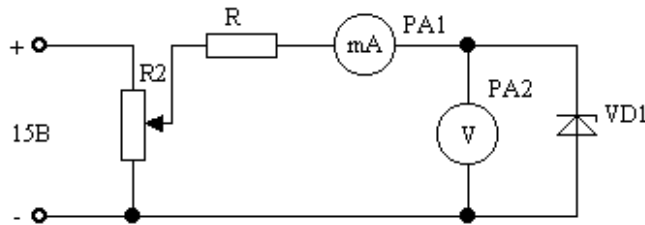

Рисунок 2.2 - Схема для зняття зворотної вольт-амперної характеристики кремнієвого стабілітрона
2. Зібрати схему відповідно до рис. 2.2 та зняти зворотні ВАХ для кімнатної та підвищеної температур.